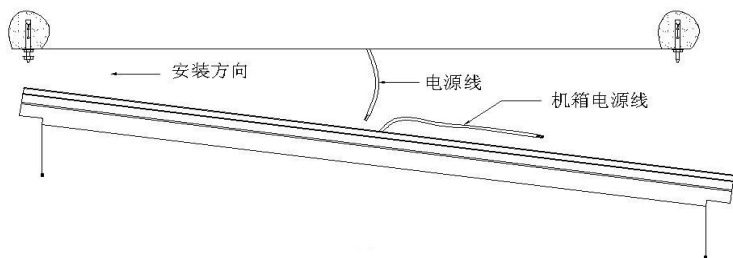

图 6
- 5、小心托起主机，将主机一端插在两个膨胀螺丝的垫片上，接着托起另一端把垫片及螺母装上锁紧，然后，再把第一端的螺母拧紧，如图 6 所示。